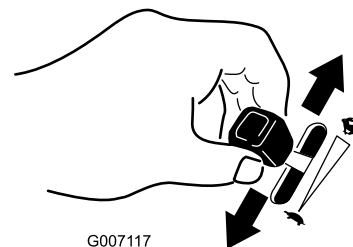

Figure 23
- Réglez la manette d'accélérateur à la position voulue (Figure 23).